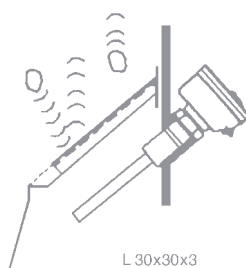

Abb. 3
4. Falls herunterfallendes Schüttgut (grob, schwer oder mit scharfen Kanten) den Sensor zerstören kann, dann muß dieser mit einem "Dach" mechanisch geschützt werden. **Siehe Abb. 3.**